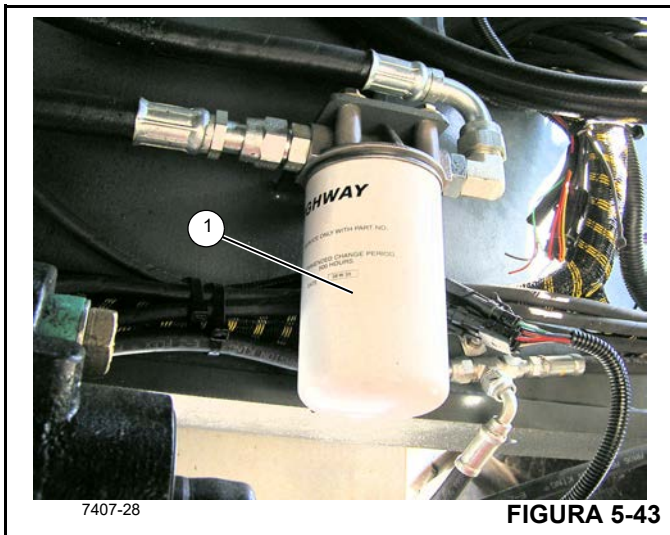

FIGURA 5-43
5. Retire el filtro de aceite de la transmisión (1, Figura 5-43) destornillándolo de la caja del filtro. Deseche el filtro de forma adecuada.
7. Atornille el filtro de la transmisión (1, Figura 5-43) hasta que haga contacto con el colector del filtro. A continuación, gire el filtro de 1/2 a 3/4 de vuelta adicional para asentar el sello.